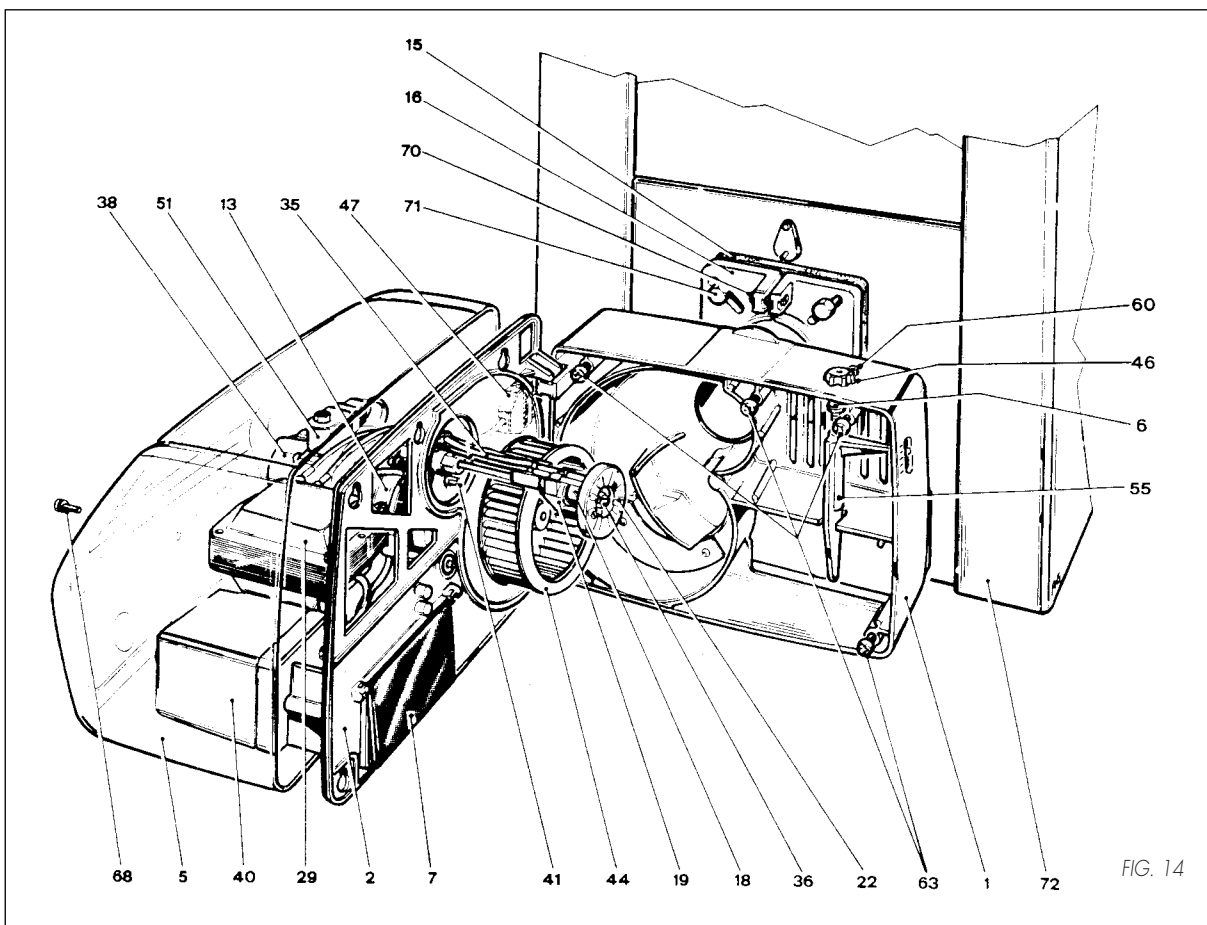

FIG. 14
- togliere il coperchio (5) allentando la vite (68);
- allentare parzialmente le viti inferiori (63) e superiori (63);
- sganciare, sollevandola, la piastra porta componenti (2) ed agganciarla nell'apposita sede, come indicato in fig. 14.
- loosen screw (68) and remove cover (5)
- loosen lower screws (63) and upper screws (63) only in part
- release support plate (2) and secure the plate into the housing purposely provided, as shown in Fig. 14.
Somit sind sämtliche Brenner Teile zu Wartungs- und Reparaturarbeiten zugänglich. Sollte die Gebläsemotoreinheit demon- tiert werden, ist beim Wiedereinbau darauf zu achten, daß das Abstandsmaß lt. Abb. 14 eingehalten wird.
- Enlever le capot du brûleur (5).
- Dévisser partiellement les vis supérieures et inférieures (63).
- Soulever et sortir la plaque support des composants (2) en l'accrochant sur son siège comme en FIG. 14.
- quitar la tapa (5) aflojando el tornillo (68);
- aflojar las tornillos superiores (63) e inferiores (63);
- desenganchar, levantandola, la placa porta componentes (2) y engancharla en el apropiado sitio como muestra la fig. 14.
- verwijder het deksel (5) door de schroef (68) los te draaien;
- draai gedeeltelijk de onderste (63) en bovenste (63) schroeven los;
- til de plaat met componenten (2) omhoog, haak deze los en vervolgens aan de zitting, zoals getoond in fig. 14.